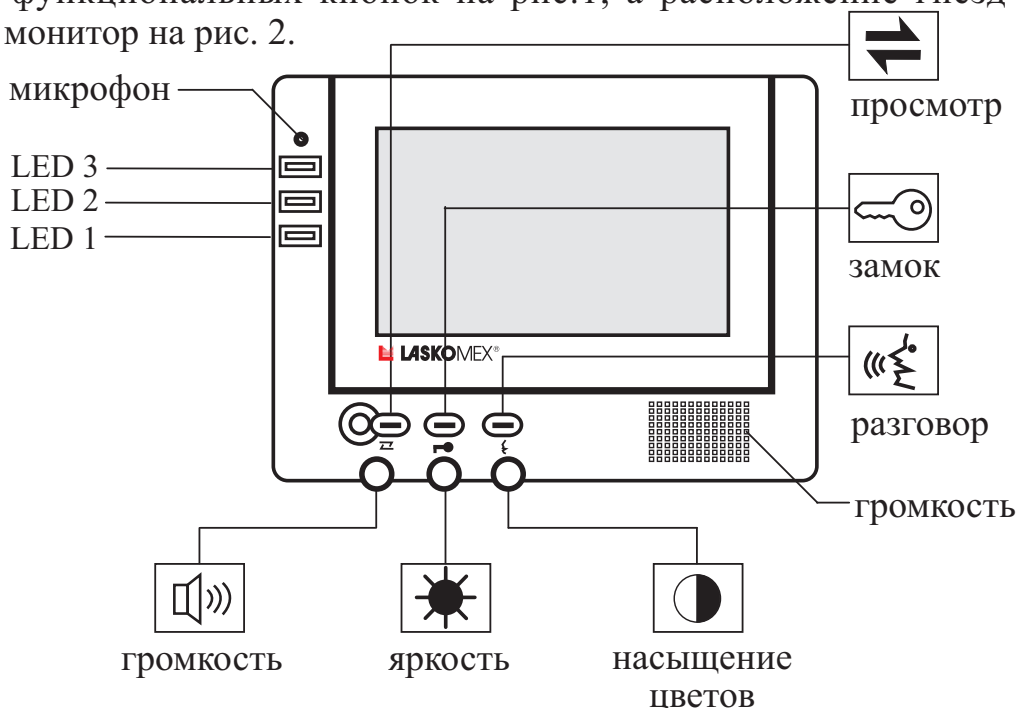
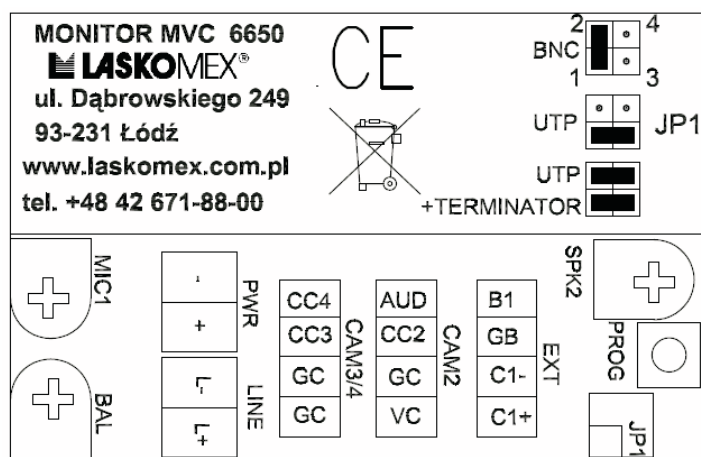
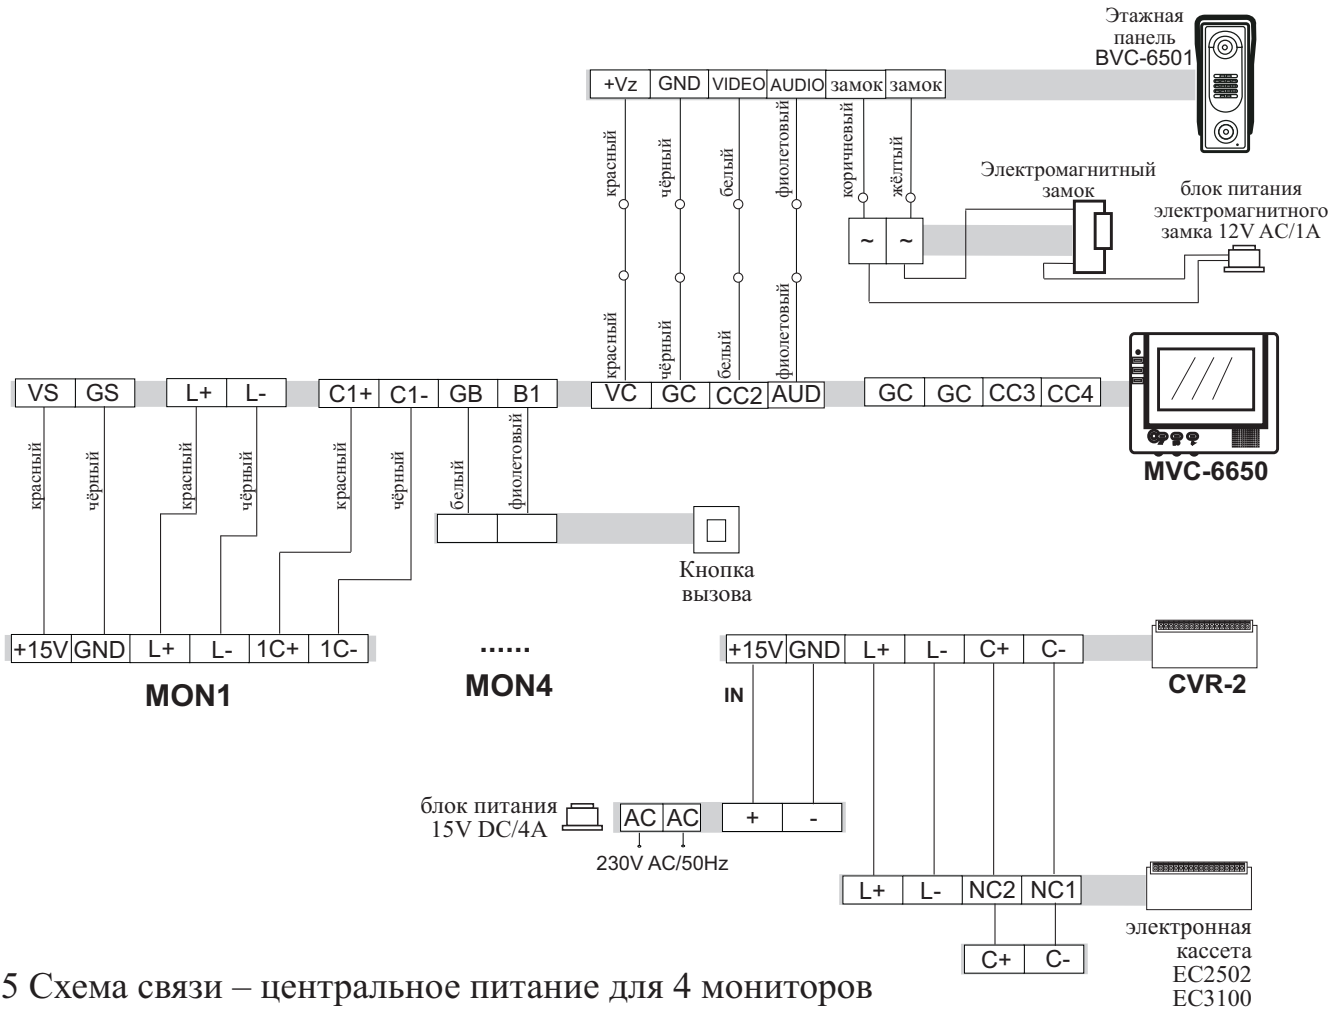

Рис. 1 Вид монитора MVC-6650
Рис. 2 Информационная наклейка
Рис. 5 Схема связи – центральное питание для 4 мониторов
Для питание монитора используйте индивидуальный стабилизированный блок питания **13,5V DC/1A** (рис.6) или распределитель сигнала видео CVR-2, к которому подключён центральный блок питания **15V DC/4A** (рис.5).
Схема подключения монитора к системе CD и этажной панели BVC-6501 (или поочерёдно цветной камеры) и дополнительных камер CAM3 и CAM4 представлено на рис. 5 и 6, расположение функциональных кнопок на рис.1, а расположение гнезд и элементов регулирующих монитор на рис. 2.
Расположение кнопок и сигнализирующего диода представлено на рис. 1 и 2.
- 3.1. Трижды нажимаем кнопку PROG на плите сзади монитора (см. рис. 2) – необходимо это сделать во времени не превышающем 3 с. Монитор переходит в режим программирования, что сигнализируется коротким миганием сигнализирующего диода LED1 и LED2.
В зависимости от топологии системы для передачи видео сигнала доступны три способа установки для настройки видео линии. Данные установки производятся соответствующими скобами доступными в отверстиях сзади корпуса монитора (см. рис. 2 или наклейку сзади монитора).
В нормальных условиях достаточную регулировку обеспечивает потенциометр расположенный в верхней части монитора (см. рис.1).